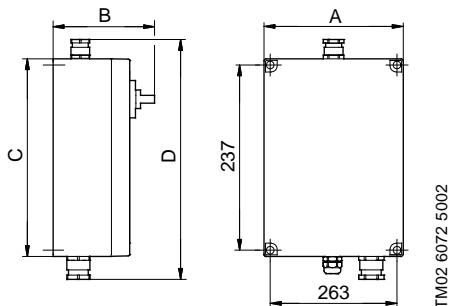

Fig. 6
- Remova a parte frontal do quadro e fixe a caixa de controlo a uma superfície plana com quatro parafusos apartir dos orifícios de montagem na chapa traseira do quadro, observe a fig. 6. Os bucinis de entrada dos cabos para a bomba e bóia de nível devem estar dirigidas para baixo.